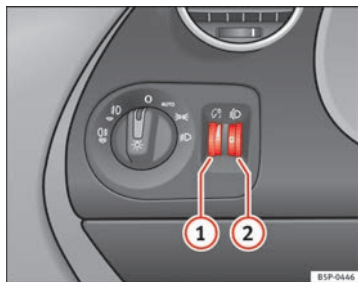

Fig. 75 Tablero de instrumentos: reguladores de la iluminación de instrumentos y mandos y del alcance de los faros
Con las luces encendidas se puede regular la intensidad de la luz de los instrumentos y mandos girando la ruedecilla moleteada → fig. 75 ①.